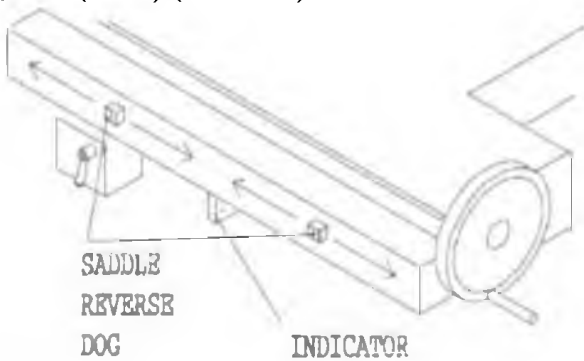

Рис. 6.8b
2.b. Необходимое поперечное перемещения стола регулируется двумя переставляемыми угорами (DOG) (Рис.6.8b).